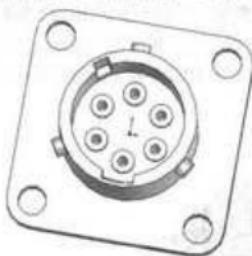

图 11-34 生成第二个定位缺口
(7) 单击特征工具栏中的 \diamond （拉伸切除）工具，在“终止条件”选项框中选择“到离指定面指定的距离”，并设置距离值为0.4mm，激活“面/平面”选项，在图形区域单击选择圆柱面的外圆，如图11-34所示。单击 \checkmark （确定）按钮，生成第二个定位缺口。